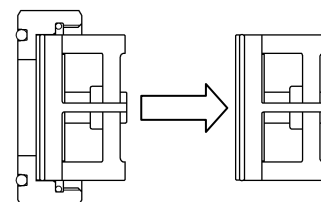

図11
- ③ 逆止弁押さえから逆止弁を引き抜き、メンテナンスを行ってください。(図11)